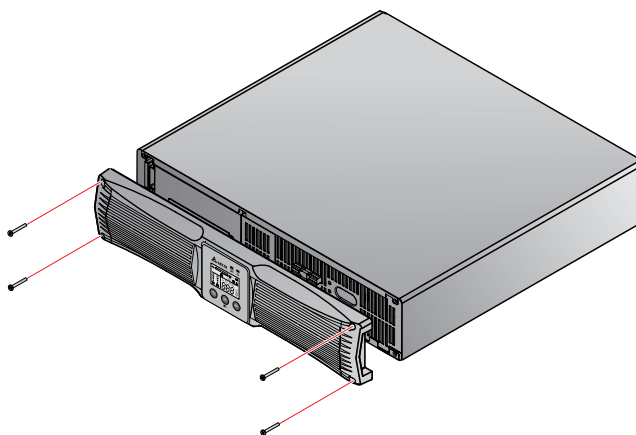

Рис. 3-5. Снимите пластмассовую переднюю панель
- 1 Выкрутите четыре винта из пластмассовой передней панели. См. *Рис. 3-5.*